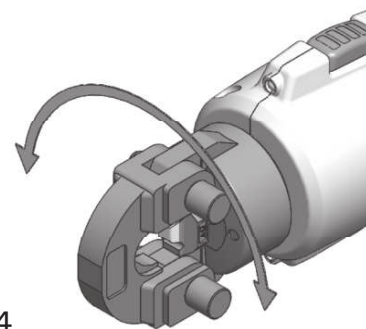

図4
- 5 ヘッド部は180°回転しますので作業性の良い位置に合わせてください。（図4）